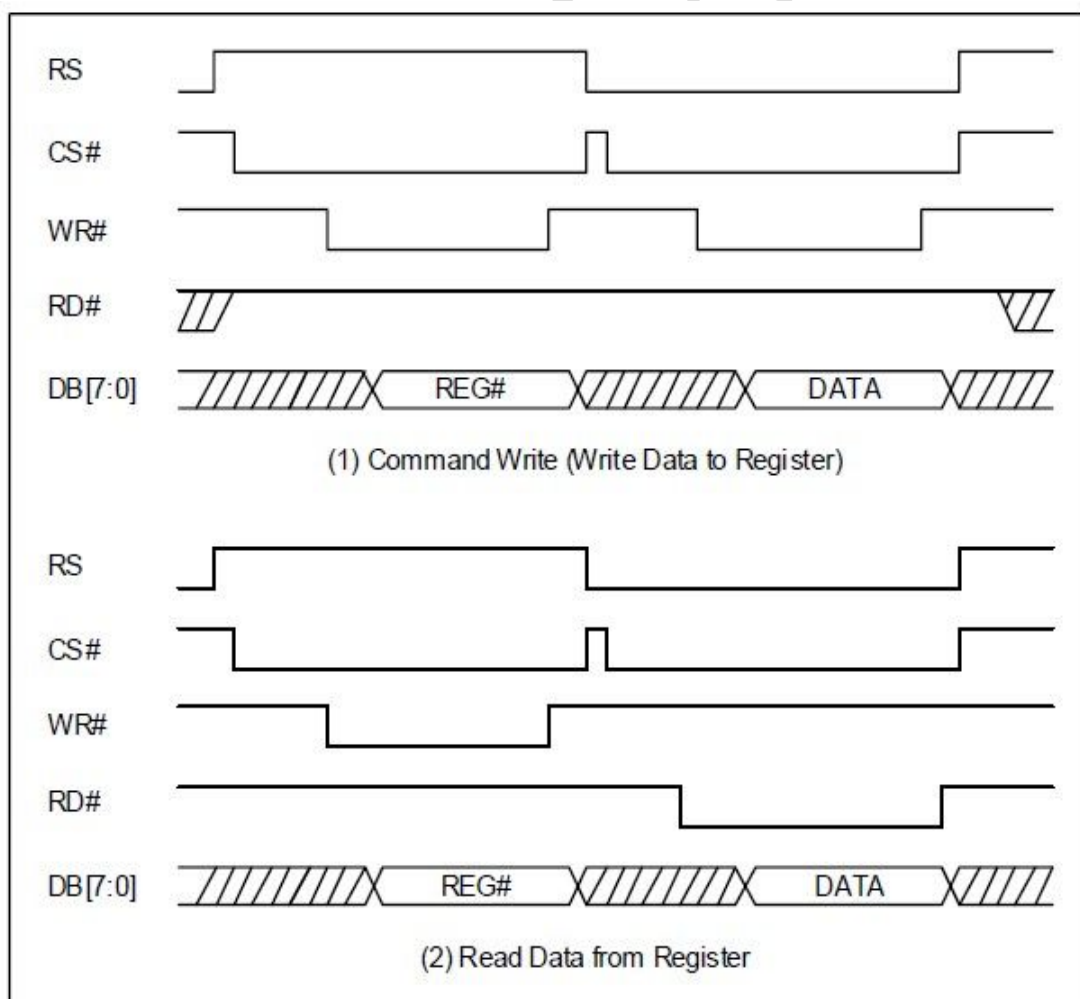

图 2-23：「指令写入到寄存器」与「寄存器读取」
CJT07001 有数十个指令寄存器，当要针对某指令寄存器进行写入指令时，首先必须执行「指令写入周期」，包括先写入寄存器位置，然后再以「数据写入周期」将数值写入该寄存器。因此，指令写入」意指「将数据写到寄存器当中」，在前述两个动作执行后，数值数据（指令）将被写入到该寄存器，相关时序请参考图 2-23 内的 (1)。
若要读取寄存器中的内容值，则第二个数据传输周期为「数据读取周期」，请参考图 2-23 内的 (2)。需注意的是图 2-23 是以 8080 的传输接口来举例。